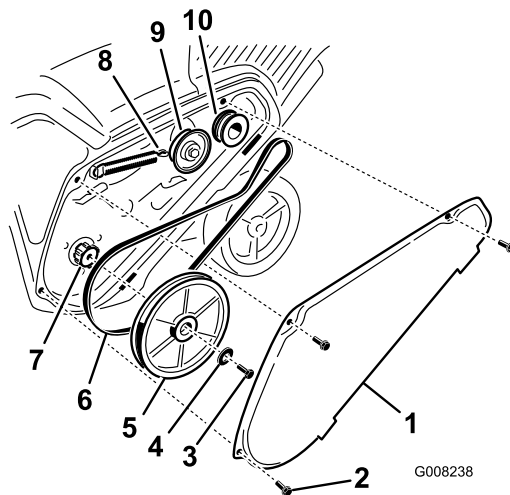

Figure 37
- Enlevez le couvercle de la courroie d'entraînement après avoir retiré les 3 boulons comme montré à la Figure 37.
- Décrochez le ressort de frein du bras de la poulie de tension pour détendre la courroie (Figure 37).
- Enlevez la vis et la rondelle bombée qui retiennent la poulie de rotor (Figure 37).
- Retirez la poulie de rotor et la courroie d'entraînement (Figure 37).
Remarque: Acheminez la courroie neuve autour de la poulie du moteur, puis de la poulie de tension, et enfin autour de la poulie de rotor desserrée, située juste au-dessus de l'arbre de rotor (Figure 37).
- Montez la poulie de rotor sur l'arbre de rotor (Figure 37).
- Montez la rondelle bombée et le boulon de fixation de la poulie de rotor, et serrez-les solidement (Figure 37).